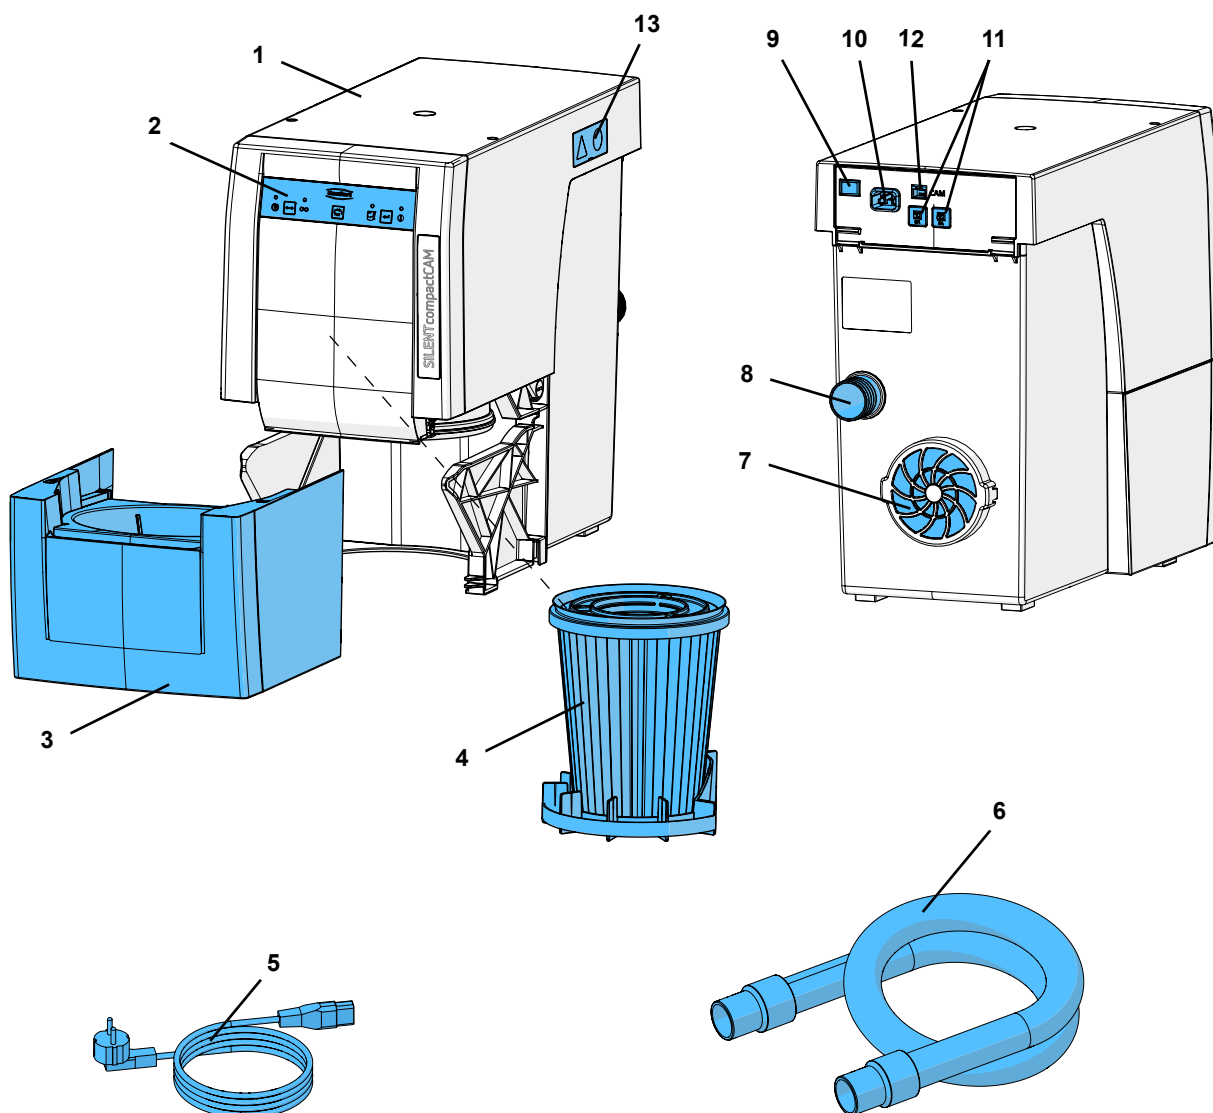

図 1
- ・集塵装置は、排気口(7, 図 1)を妨げないように、設置して下さい
- ・キャビネットの後壁に開口部を、排気口から直接の位置に250×120 mm以上のサイズで設けます（7、図1）。
- ⇒装置のオン・オフ スイッチ(9) をオフにします。
- ⇒電源コード (5、図 1) を電源コンセント(10) に挿し込みます。
- ⇒吸引ホース(6、図 1) を吸引口(8) に挿し込みます。